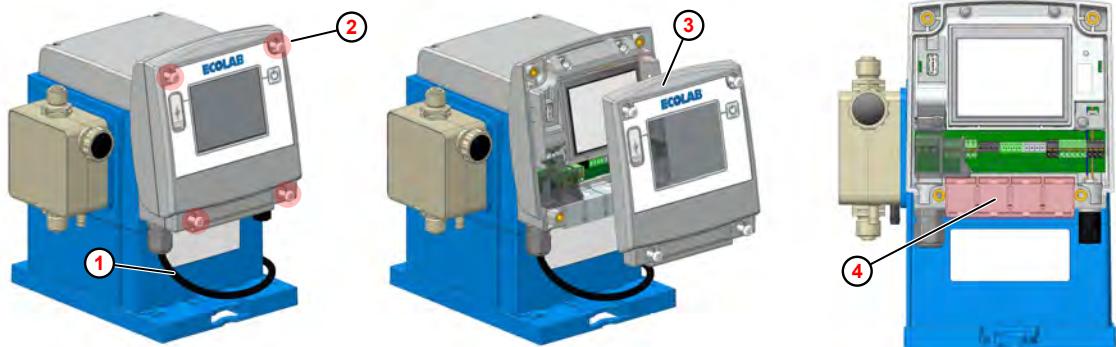

Abb. 21: Elektrische Installation „EcoAdd“
- ① Netzkabel
- ② Gehäuseschraube
- ③ Frontdeckel
- ④ Klemmwürfel
1. Alle vier Gehäuseschrauben (Abb. 21 , ②) lösen.
2. Frontdeckel ③ abnehmen.
3. Zum erweiterten Anschluss externer Signale, die Anschlussleitungen durch die Klemmwürfel ④ führen.